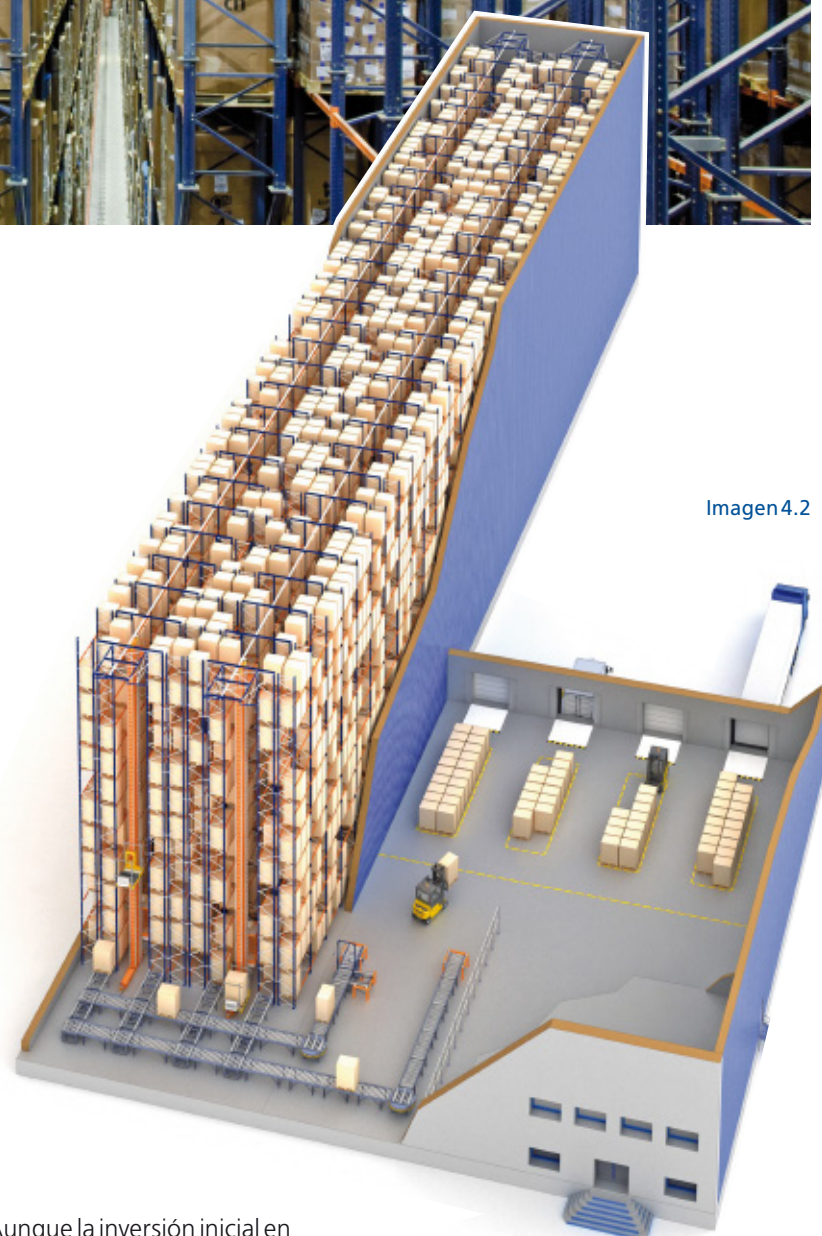

Imagen4.2
- ✓ Por otra parte, con estanterías de doble profundidad (imagen 4.2) se logra **aumentar considerablemente la capacidad**, ya que se reduce el número de pasillos y, por consiguiente, de transelevadores. Esto conlleva, también, una disminución en la inversión inicial respecto a la solución de simple profundidad.